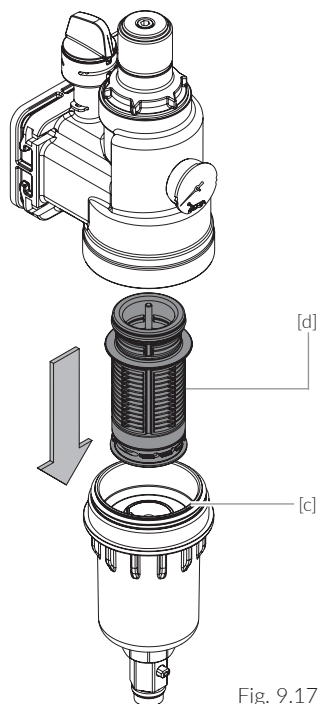

Fig. 9.17
- / Fig. 9.17 : La coupelle filtrante [c] permet de retirer le robinet à boisseau sphérique, le disque et le ressort de pression cylindrique.